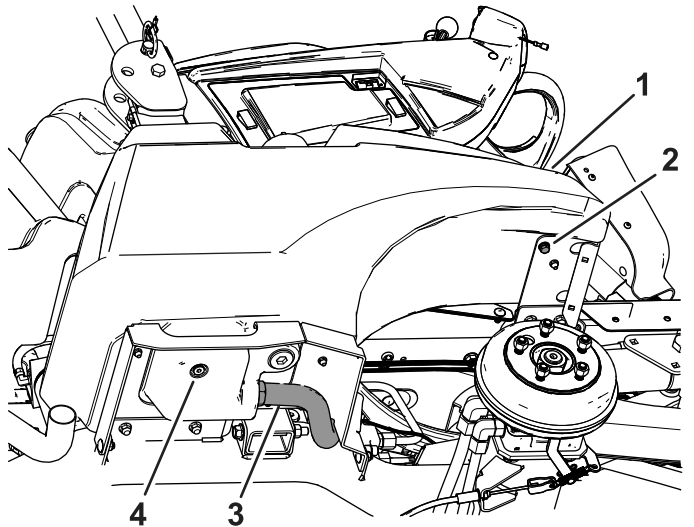

Figure 4
3. Retirez le boulon inférieur et le flexible, comme montré à la Figure 4.